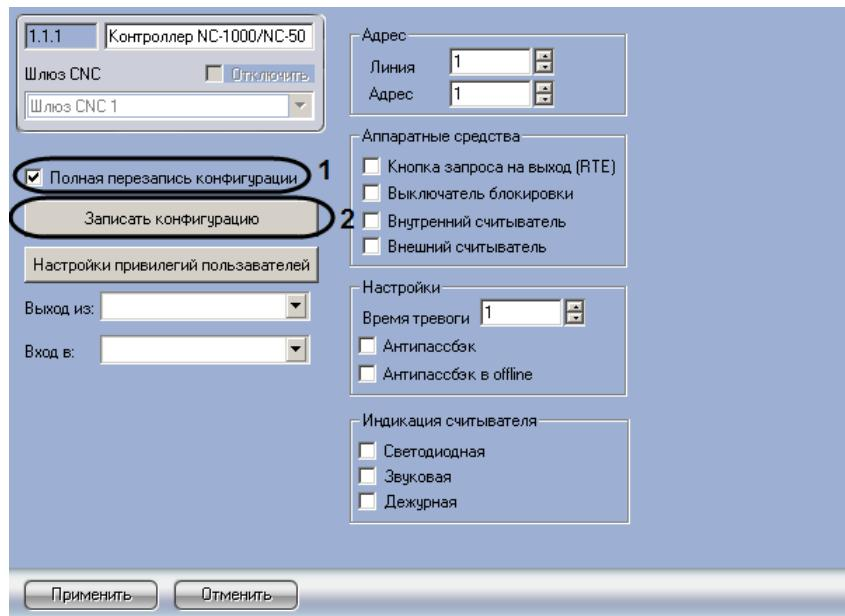

Рис. 3.4—9 Запись конфигурации в контроллер
- Перейти на панель настроек объекта **Контроллер NC-1000/NC-5000**, соответствующего требуемому контроллеру (Рис. 3.4—9).
- В случае, если при нажатии кнопки **Записать конфигурацию** требуется выполнить полную перезапись конфигурации контроллера, установить флажок **Полная перезапись конфигурации**. Если данный флажок снять, в контроллер будут записаны только изменения в конфигурации (Рис. 3.4—9, 1).
- Нажать кнопку **Записать конфигурацию** (см. Рис. 3.4—9, 2).